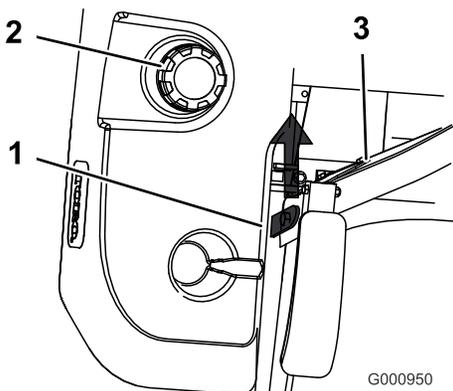

Figura 30
3. Sollevate il sedile al fine di accedere ai componenti sotto il sedile (Figura 30).